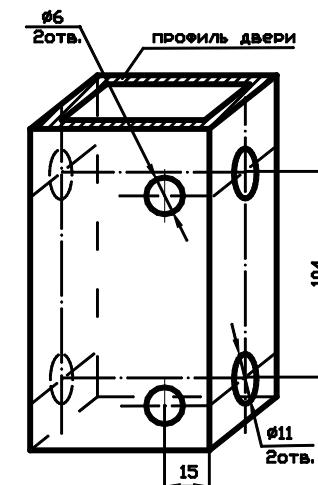

Рис.3
- 5.2. Сделайте разметку на двери и просверлите отверстия как показано на Рис.3. Отверстия Ø11 сверлятся в обеих стенках прямоугольного профиля (в деревянной двери на глубину 50мм). Отверстия Ø6мм сверлят только в одной стенке прямоугольного профиля.